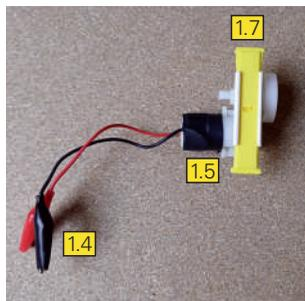

Figure 1.2
- 7** Imprimer la cale [1.7] et l'insérer dans la glissière (cf. figure 1.2).